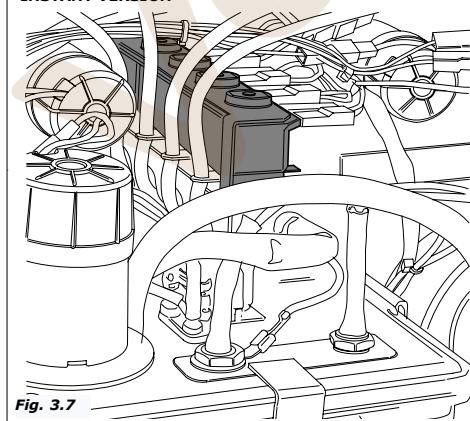

Fig. 3.7
- se activa la electroválvula fijada sobre la caldera de café para introducir la cantidad de agua programada en la batidora (Fig. 3.7);
- En el caso del modelo **IRIS I**, la electroválvula que se activa se sitúa sobre el depósito (Fig.3.7).